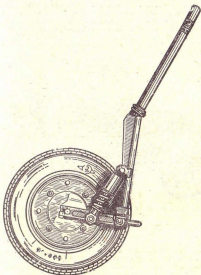

Рис. 147. Передняя вилка мотороллера Т-200М.
2. Применена передняя вилка тянущего типа с рычажной подвеской. Подвеска передней вилки включает в себя маятник и два пружинно-гидравлических разборных амортизатора (рис. 147).